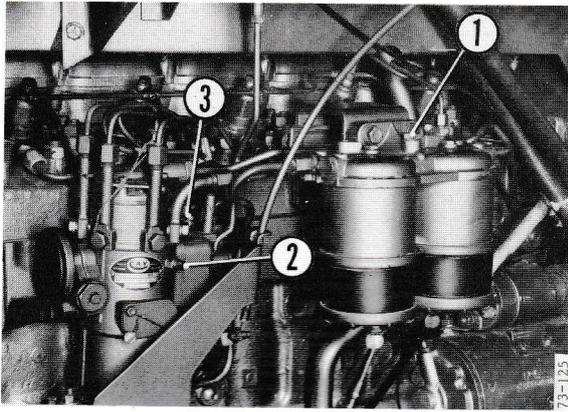
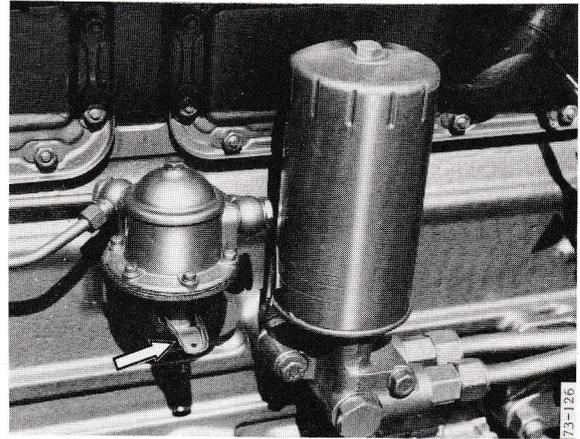

Figure 71
Figure 72
#### PURGE DU SYSTEME D'ALIMENTATION Figures 71,72,73
- b) Desserrer la vis de purge 1 figure 71, à la partie supérieure des filtres et actionner le levier de commande manuelle de la pompe d'alimentation 1 figure 72 jusqu'à ce que le combustible sortant de la vis de contienne plus de bulle d'air, serrer alors la vis de purge.